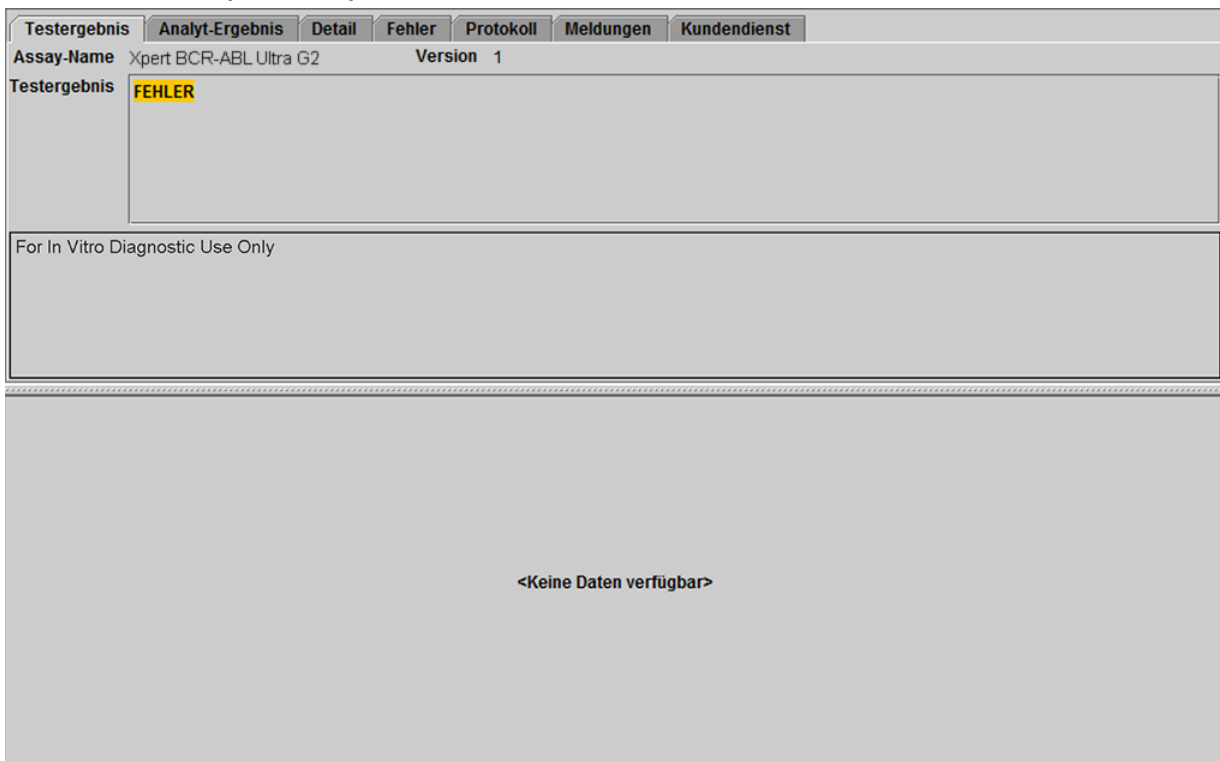

Abbildung 7. Fenster „Ergebnisse anzeigen (View Results)“ von GeneXpert Dx: FEHLER (ERROR)
<p>FEHLER (ERROR)</p> <p>Siehe Abbildung 7.</p>	<p>Die BCR-ABL-Transkript-Konzentration kann nicht bestimmt werden. Zusätzliche Anweisungen zur erneuten Testung der Probe siehe Abschnitt 17.</p> <ul style="list-style-type: none"> BCR-ABL – KEIN ERGEBNIS (NO RESULT) ABL – KEIN ERGEBNIS (NO RESULT) Sondenprüfung DEFEKT (FAIL) – Ein oder mehrere Sondenprüfungsergebnisse sind fehlgeschlagen. Sondenprüfung BEST. (PASS) oder KA (NA) (keine Angabe) und Abbruch wegen falschen Drucks. <p>Wenn die Sondenprüfung bestanden wurde oder KA (NA) anzeigt, wurde der Fehler durch Überschreiten des maximalen Druckgrenzwerts oder den Ausfall einer Systemkomponente verursacht.</p>